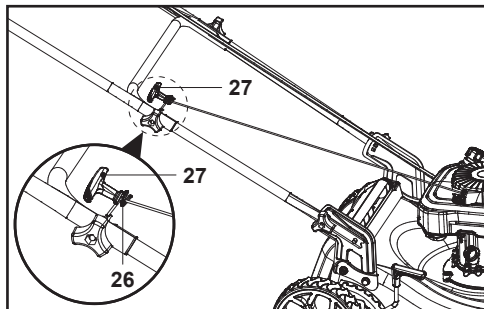

Fig. 13
3. Toujours placer la poignée du lanceur (27) sur le crochet (26) situé sur le côté droit du guidon (4, 7) (Fig. 13) lorsque le lanceur n'est pas actionné.